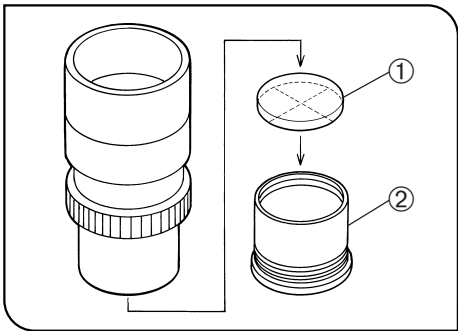

Abb. 25
**4 Verwenden der Okularmikrometerplatten (Abb. 25)**
Gemäß Abb. 25 die eingebaute Mikrometerfassung (2) durch Drehen gegen den Uhrzeigersinn vom Okular abschrauben und eine Mikrometerplatte (1) in die Fassung einsetzen. Die beschriftete Seite der Mikrometerplatte muss nach unten in die Fassung weisen.